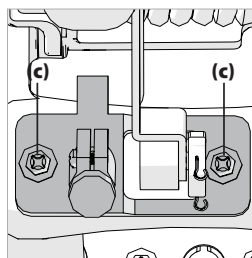

Fig. 7
- Desserrez les deux vis. (**Fig. 7, c**)